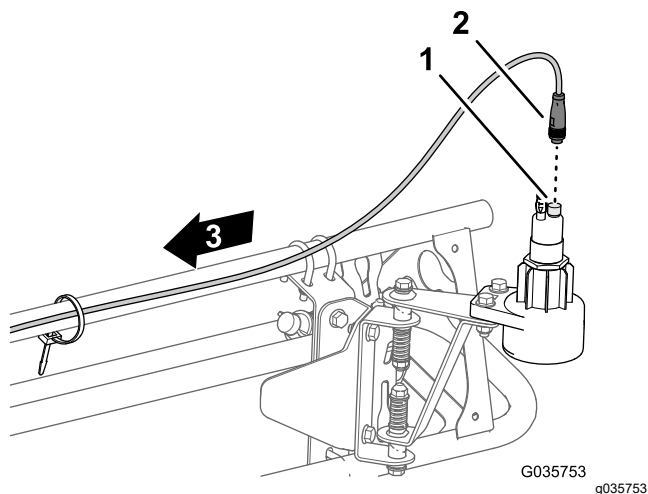

图 23
1. 将传感器线束的圆形 4 插槽接头与传感器的 4 针接头连接图 23。